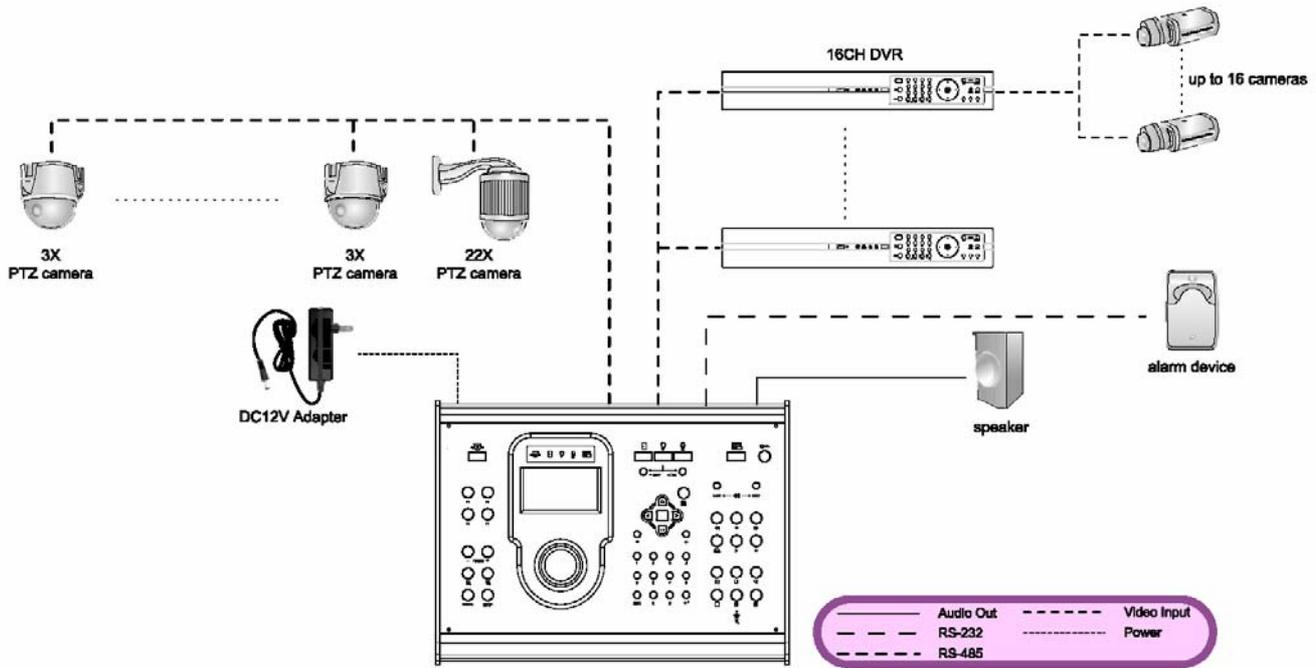

Abb. 1: Beispiel für einen Anschluss der Tastatursteuerung – bis zu 64 Geräte anschließbar
- Abb. 1: Beispiel für einen Anschluss der Tastatursteuerung - bis zu 64 Geräte anschließbar